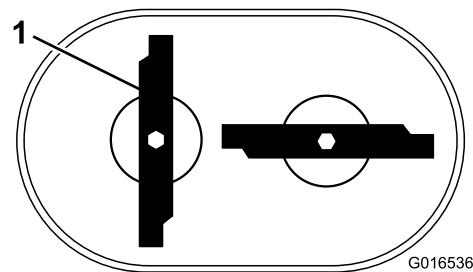

**Figura 31**
2. Segure cada lâmina com uma tábua e rode o parafuso da lâmina no sentido dos ponteiros do relógio com uma chave como se mostra na Figura 31; aperte o parafuso da lâmina com 82 N·m.